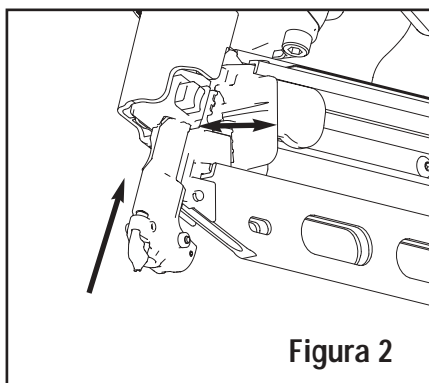

Figura 2
- Presione el botón de seguro y deslice totalmente el aditamento para conectores de metal en la herramienta como se muestra en la figura 2.